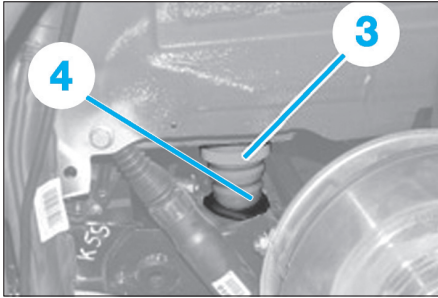

Fig. 31
- Désaccoupler la biellette de liaison du capteur de hauteur (1).
- Débrancher le connecteur (2).
- Comprimer le train arrière jusqu'au contact de la butée d'attaque (3) sur la coupelle (4) à l'aide d'un vérin d'organe (Fig.31).